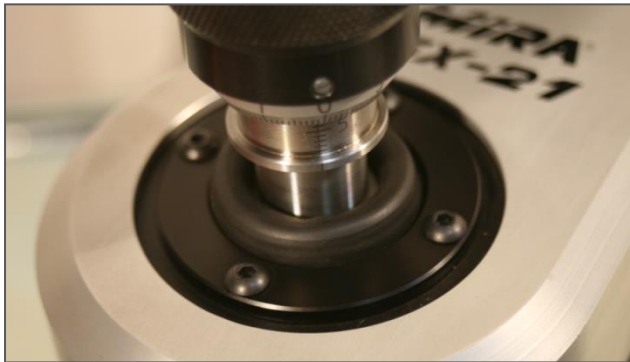

Fig. 20
16. Antes de sujetar el pivote, echar un vistazo a la cubierta de coma para comprobar el correcto centrado del piloto. La cubierta de goma debe salir aun alrededor de la guía del husillo como en la Fig. 20.